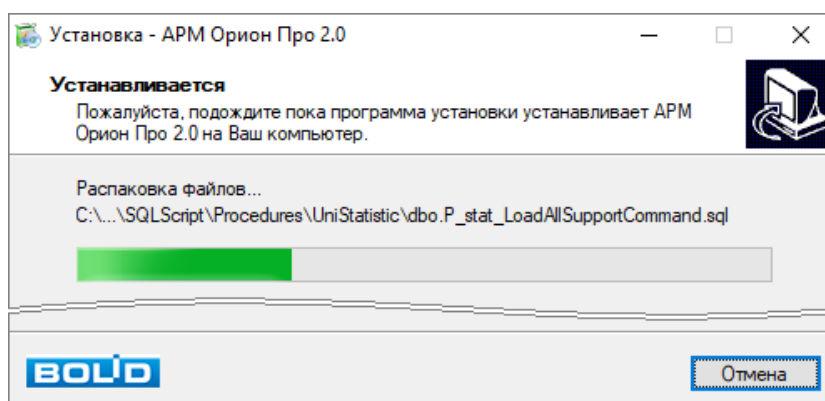

Рисунок 2-41 Процесс установки ПО
- 13) В процессе установки ПО будут устанавливаться выбранные компоненты и необходимые для их работы файлы и утилиты. Ожидайте завершения процесса установки ПО, при этом не осуществляйте никаких действий (см. Рисунок 2-41);